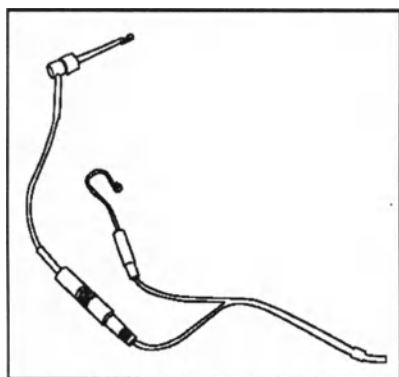

Рисунок 3
5.1.3 Вставьте держатель файла и загубник, соответственно, в два гнезда измерительного провода. [Рисунок 3]